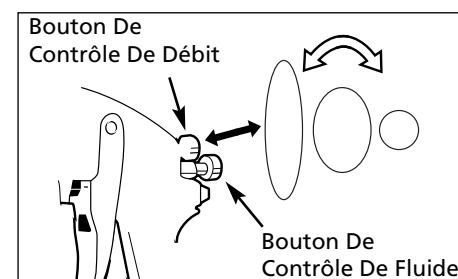

Figure 7 - Taille De Débit
2. Ajuster la taille de débit à la forme désirée. Pour un plein débit, tourner le bouton de réglage de débit au sens contraire des aiguilles d'une montre. Pour une configuration ronde, tourner le bouton de réglage de débit au sens des aiguilles d'une montre (Voir Figure 7).